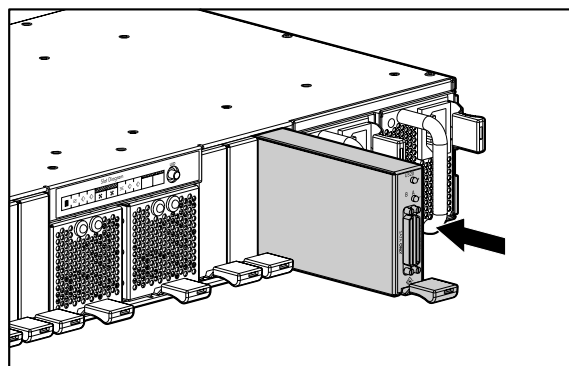

Figura 10: Instalación del módulo de E/S SCSI
1. Inserte el módulo de E/S SCSI en el compartimento hasta que se ajuste en su lugar como se muestra en la Figura 10.